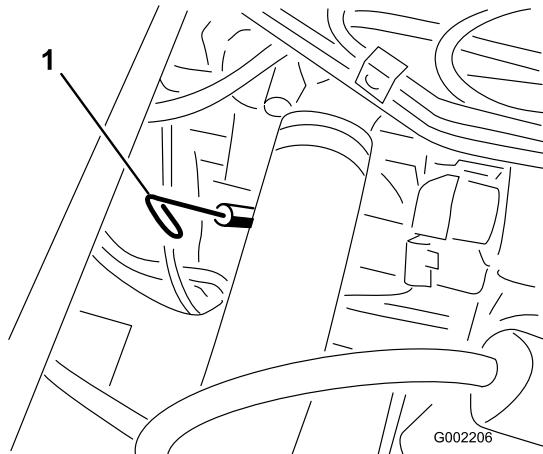

図 15
2. 助手席の下にあるディップスティックを抜き、ウェスで一度きれいに拭く(図 15)。ディップスティックを、チューブの根元までもう一度しっかりと差し込む。ディップスティックを引き抜いて油量を点検する。